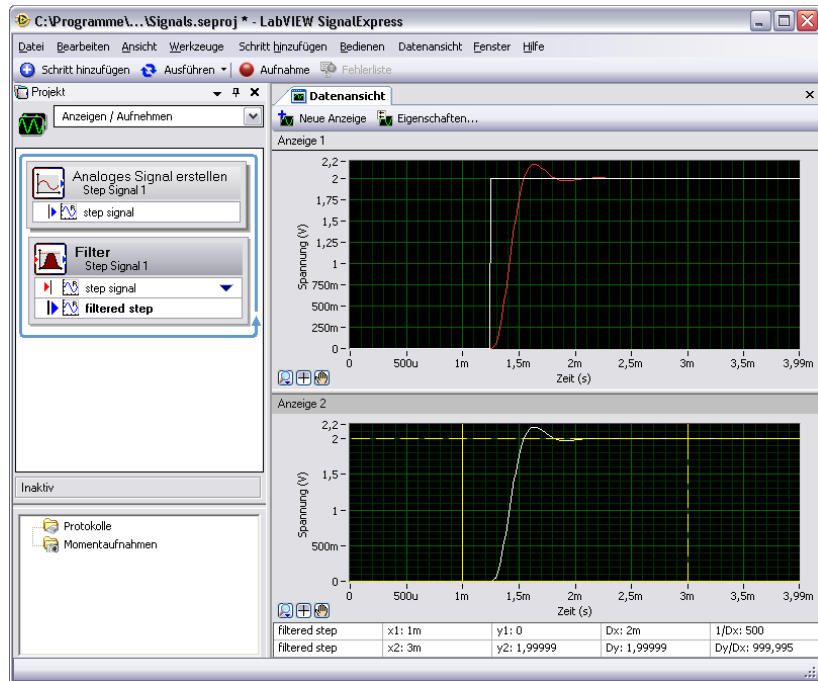

Abbildung 3-1. Signals.seproj
- Klicken Sie die neue Anzeige mit der rechten Maustaste an und wählen Sie aus dem Kontextmenü die Option **Sichtbare Objekte»Cursor** aus, so dass zwei interaktive Cursor eingeblendet werden (vgl. Abbildung 3-1).